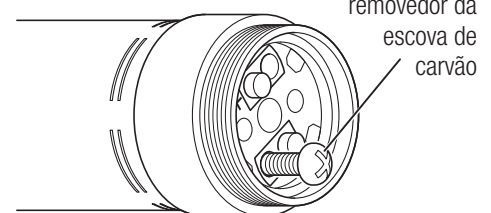

Fig. 13
- 3) Aparafuse o parafuso removedor da escova de carvão (incluído com escovas de carvão sobresselentes) no orifício do parafuso duas ou três vezes. De seguida, retire a escova de carvão puxando o parafuso removedor (Fig. 13).